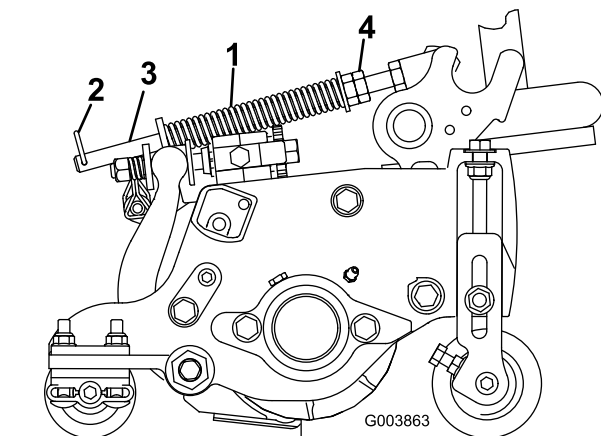

Figura 15
El muelle de compensación del césped (Figura 15) transfiere peso del rodillo delantero al trasero. (Esto ayuda a reducir el patrón de ondulación en el césped.)
1. Asegúrese de que el pasador de horquilla está instalado en el taladro del extremo de la varilla (Figura 15).
2. Apriete las tuercas hexagonales del extremo delantero de la varilla del muelle hasta que la longitud comprimida del muelle sea de 12,7 cm en el Reelmaster 5410, con unidades de corte de 5", o de 15,9 cm en el Reelmaster 5510, con unidades de corte de 7" (Figura 15).